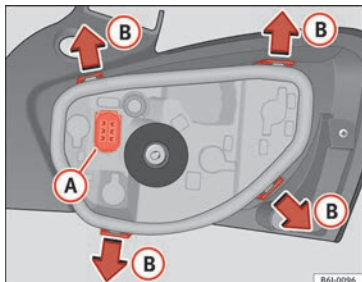

Abb. 196 Glühlampenwechsel der Rückleuchten
- Nehmen Sie den Lampenträger aus dem Gehäuse heraus. Drücken Sie dazu die Laschen **(B)** in Richtung der Pfeile » **Abb. 196**.